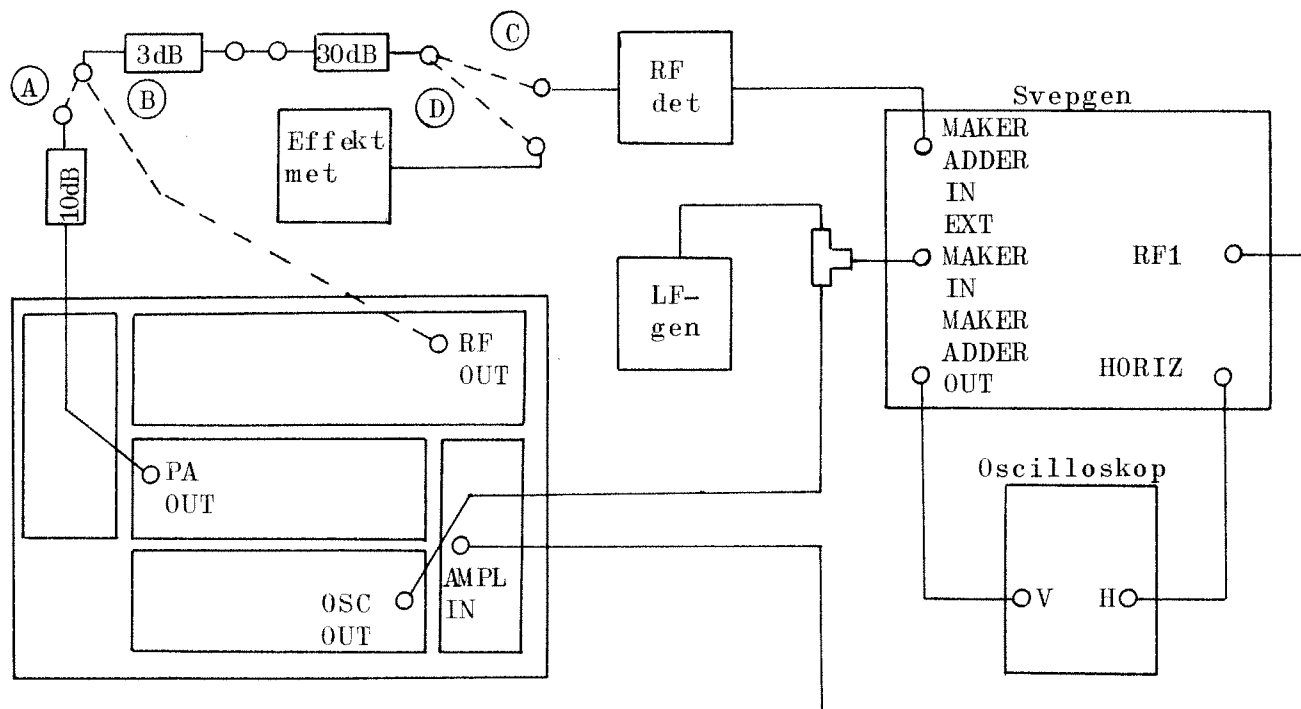

Bild 7
- 3.18.2 Koppla upp för svepmätning enligt bild 7, A och C.
3.18.6 Koppla upp enligt bild 7 A och D. Ta bort anslutningarna från svepgeneratoren till oscillatoren 80678 och HF-modulatore 80854. Återställ hylsproppen MOD IN på HF-modulatore 80854.
- 3.18.8 Koppla upp enligt bild 7 B och C. Justera svepbredden på oscilloskopet till cirka 1 MHz. Trimma övertonsbildaren 80775 så att högsta effekt med en symmetrisk kurva erhålls.
- 3.18.11 Koppla upp enligt bild 7 B och D. Ta bort anslutningarna från svepgeneratoren till oscillatorn 80678 och HF-modulatorn 80854. Återställ hylsproppen MOD IN på HF-modulatorn 80854.